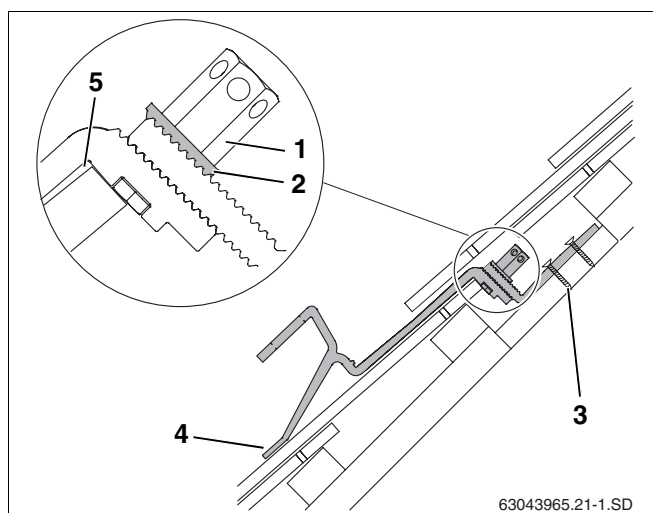

Fig. 19 Gancho de tejado montado – vista de la sección con parte inferior del gancho de tejado acortada
- ▶ Colocar el apoyo delantero sobre la teja de tal forma que con carga descansa sobre el perfil ondulado (fig. 19, **pos. 4**).
Para ello, el gancho de tejado debe tener un poco de juego en el borde superior de la teja (fig. 19, **pos. 5**). En caso necesario, adaptar la parte superior de la teja.
La arandela dentada (fig. 19, **pos. 2**) debe encajar en el lado dentado de la parte inferior del gancho para tejado.
- ▶ Apriete la tuerca hexagonal larga (fig. 19, **pos. 1**). Introduzca para ello la llave de tamaño 5 en el orificio de la tuerca hexagonal y gírela.
- ▶ Fije la parte inferior del gancho de tejado al cabrio o a la tabla/tablón como mínimo en el primer (fig. 19, **pos. 3**) y en el segundo orificio mediante tornillos adecuados.